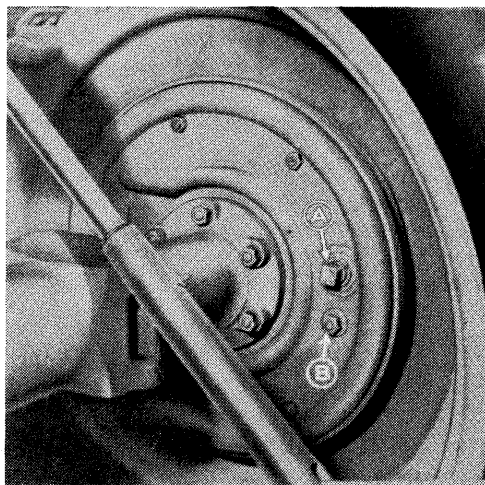

Fig. 33. Bremsernes indstillingsfirkant A og centrermøtrik B. Disse justeringsorganer er ens for begge bremsetyper.
- 3: Løsn centreringmøtrikken B (fig. 33) og indstil bremsebakkerne med indstillingsfirkanten A, således at hjulet låses.